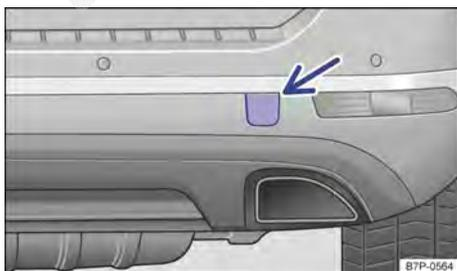

Fig. 251 No para-choque traseiro à direita: capa de cobertura para o alojamento da argola de reboque.
- Com um pouco de força pressionar a borda da capa de cobertura que aponta para o lado externo do veículo → Fig. 251 (seta), até que a capa de cobertura pulo um pouco para fora.